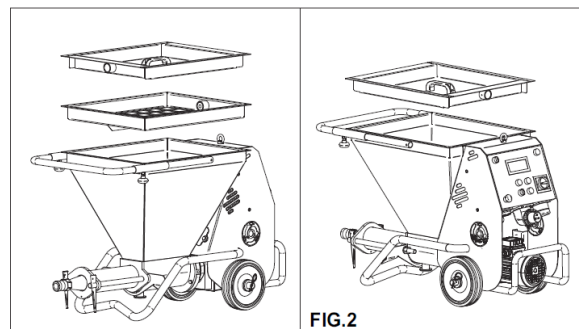

FIG. 2
- TAPA DE LA TOLVA (fig. 2) IMER cód. 1107513